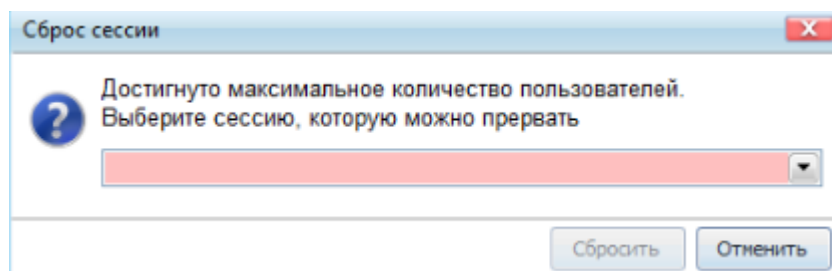

Рисунок 7.41 – Модальное окно «Сброс сессии»
- флаг «*Привилегированный пользователь*» – по умолчанию не установлен. Пользователю, наделенному признаком «*Привилегированный пользователь*», при авторизации в системе (независимо от способа авторизации), когда свободных лицензий уже нет, отображается модальное окно «Сброс сессии» (Рисунок 7.41). Пользователю, у которого настроена NT-авторизация и который наделен признаком «*Привилегированный пользователь*», при авторизации в системе, когда свободных лицензий уже нет, отображается модальное окно «Сброс сессии». Для сброса сессии необходимо в модальном окне «Сброс сессии» из раскрывающегося списка активных сессий выбрать сессию пользователя только нужной подсистемы. Для сохранения установленного признака «*Привилегированный пользователь*» необходимо нажать кнопку «*Сохранить*». Флаг можно установить, даже если пользователь объявлен не действующим. Если признак «*Привилегированный пользователь*» был установлен у действующего пользователя, а признак «*Действующий пользователь*» потом был снят, флаг «*Привилегированный пользователь*» будет по-прежнему установлен.